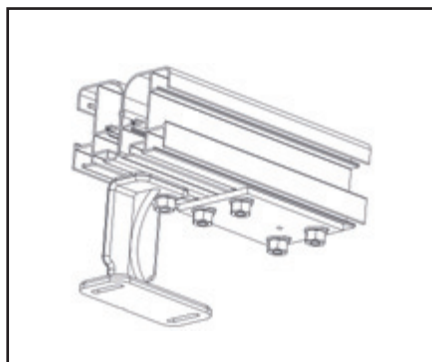

Fig. 14
- Achtung : die Kastenbreite ist stets 40 mm breiter als die Bestellbreite. (Siehe Abb. 14 Seite 9)
1. Typ nr.: siehe Abb. 14 Seite 9
- LR Links + rechts Typ 3 +4 (2)